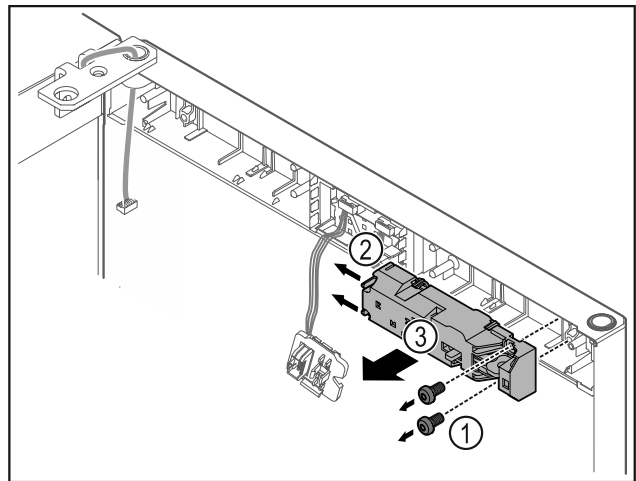

Fig. 23
- ▶ Извлеките винты Fig. 23 (1).
- ▶ Сдвиньте защелки Fig. 23 (2) в сторону и снимите замок дистанционного открытия Fig. 23 (3).